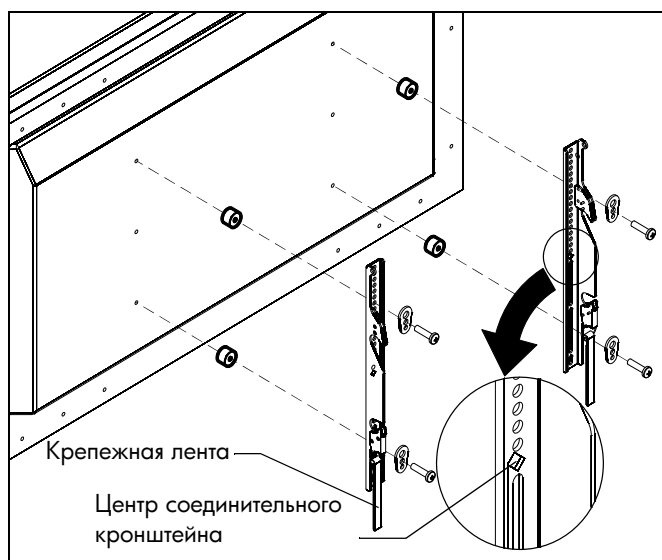

рис. 5
1. Совместите центр соединительного кронштейна со средней линией экрана. (См. рис. 5)
2. Достаньте из пакета с фурнитурой (A-N) винты соответствующего размера, втулки (при необходимости) и шайбы и прикрепите соединительные кронштейны к тыльной стороне экрана. (См. рис. 5)